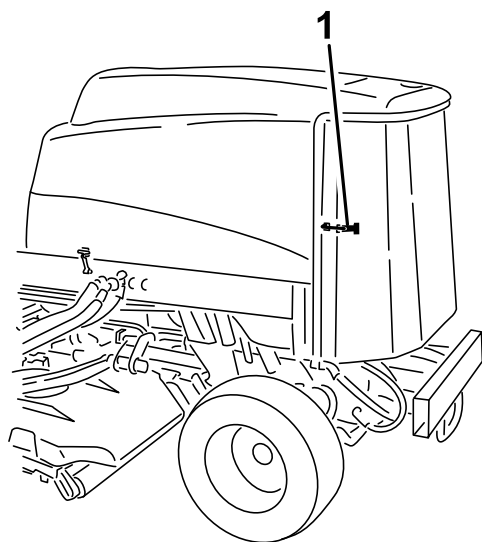

Figura 63
1. Sbloccate la griglia posteriore ed apritela (Figura 63).